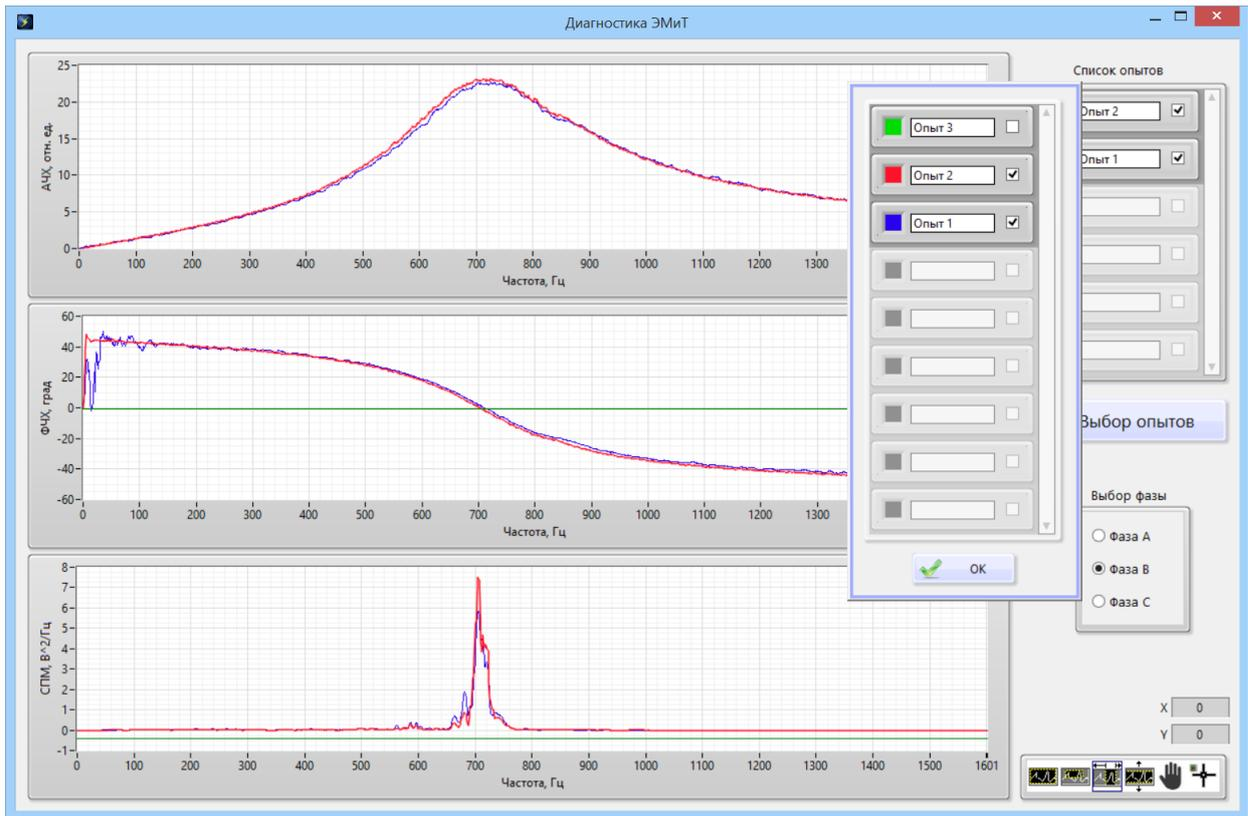

Рис. 18
3.5.7. Опыты для сравнения выбираются с помощью кнопки «Выбор опыта» (рис. 18).